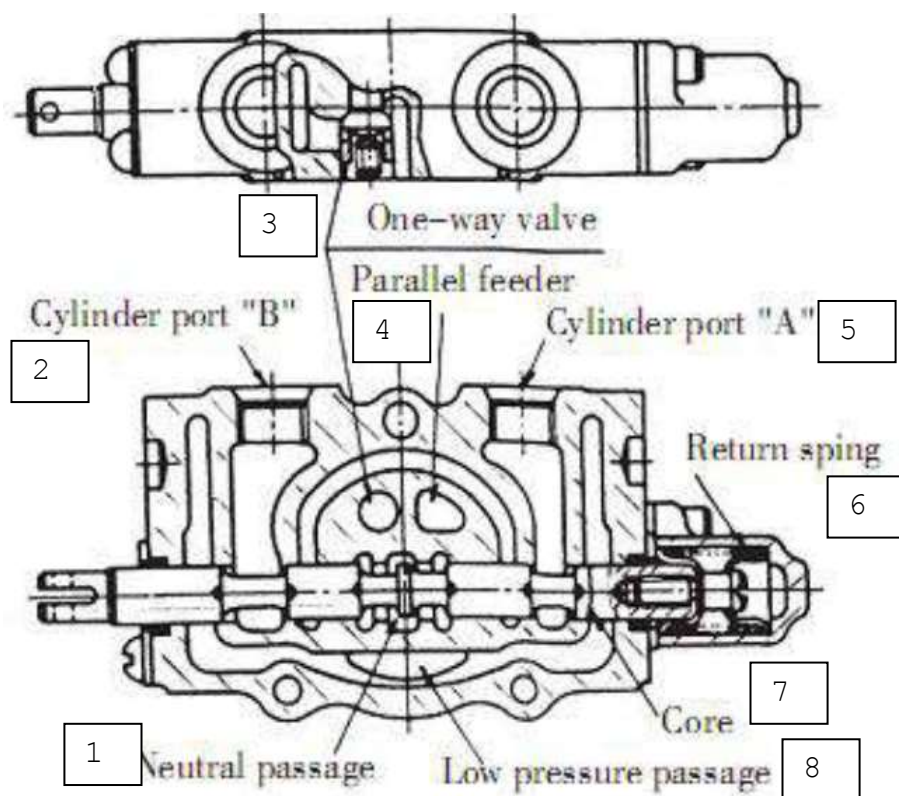

Рис. 3-6-3. Нейтральное положение:
(1) Нейтральное положение (см. Рис. 3-6-3).